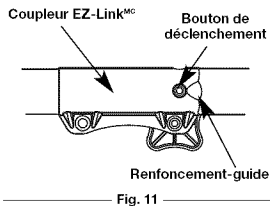

Fig. 11
- Appuyez sur le bouton de déclenchement et maintenez-le enfoncé (Fig. 11).
- Tenez fermement l'accessoire et enfoncez-le tout droit dans le coupleur EZ-Link™ (Fig. 11).
REMARQUE: aligner le bouton de déclenchement avec le renforcement-guide facilitera l'installation (Fig. 11).